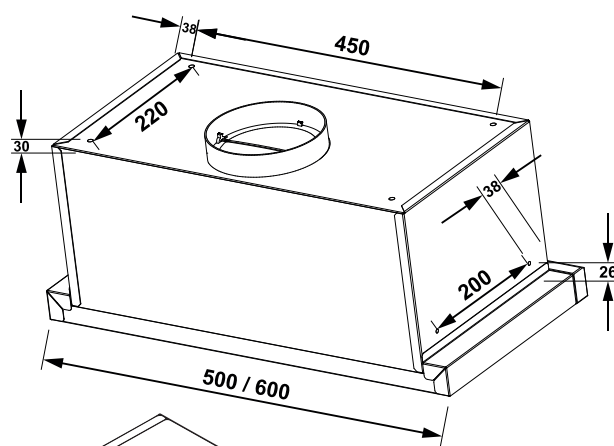

Рис.4
6.6 Крепление вытяжки осуществляется 4 метрическими винтами M5x35, которые вкручиваются изнутри навесного шкафа в резьбовые гайки M5, прикрепаны к верхней плоскости корпуса вытяжки (рис.4 / 4.1).